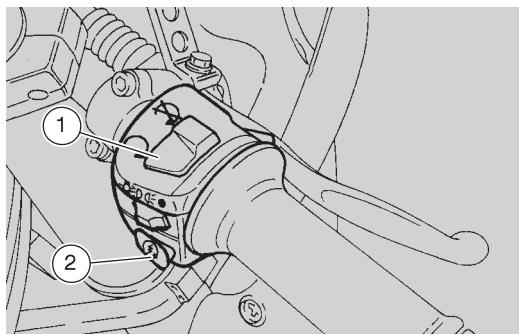

Abb. 23
- Zündnotschalter (1 - Abb. 23) auf "○" stellen;
- Startknopf "③" (2-Abb. 23) betätigen, ohne Gas zu geben.